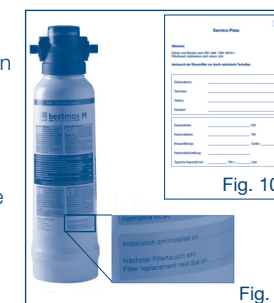

Fig. 9
- Avant de procéder à l'installation de la cartouche filtrante, notez la date d'installation ainsi que la date de remplacement (au bout de 12 mois maximum) sur la plaque signalétique du filtre (voir la fig. 9) ou remplissez complètement le Service-Pass (voir la fig. 10) disponible en option puis fixez-le sur la tête de filtre à l'aide du de la bride de câble.